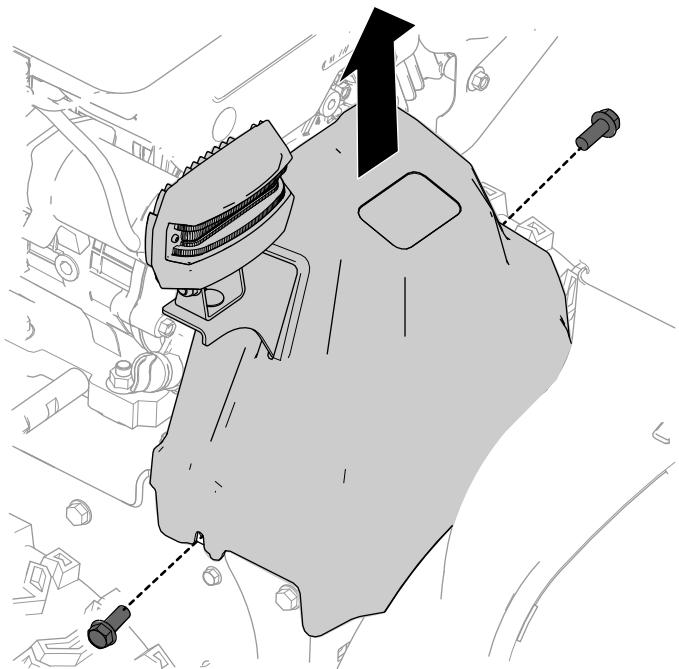

Рисунок 6
1. С передней стороны машины отверните 2 винта ($\frac{1}{4}$ x $5\frac{1}{8}$ дюйма), которые крепят крышку ремня к машине (Рисунок 6).
3. Снимите крышку ремня (Рисунок 6).